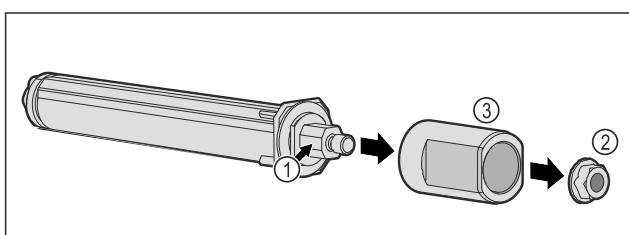

Fig. 58
- Ne rastavljajte sustav zatvaranja vrata Fig. 58 (1).
- Demontirajte maticu Fig. 58 (2).
- Skinite čahuru Fig. 58 (3).